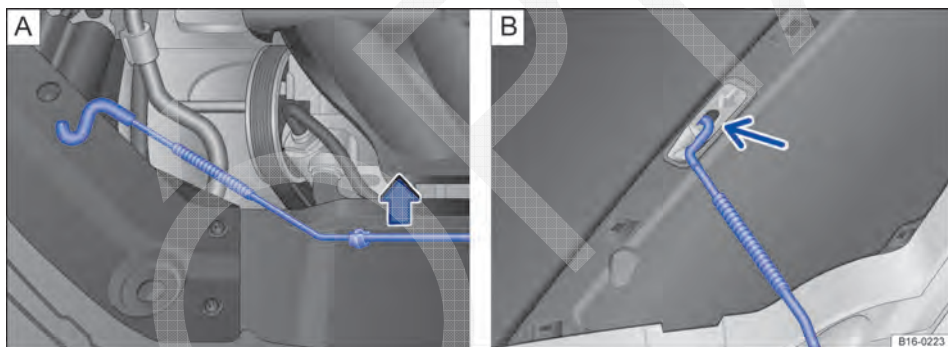

Fig. 195 **A** No compartimento do motor: suporte da tampa. **B** Tampa do compartimento do motor aberta.
- Retirar a haste de sustentação da tampa do suporte no sentido da seta → Fig. 195 **A** e encaixá-la na abertura na tampa do compartimento do motor → Fig. 195 **B** (seta).
- Desenganchar a haste de sustentação da tampa e travá-la no suporte no fecho → Fig. 195 **A**.